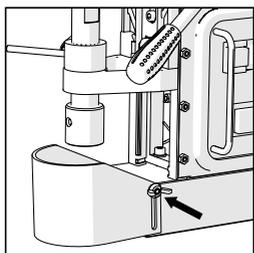

FIG. 2
- Attachez la protection de sécurité et sécurisez en place à l'aide des vis de fixation fournies. **(Fig. 2)**